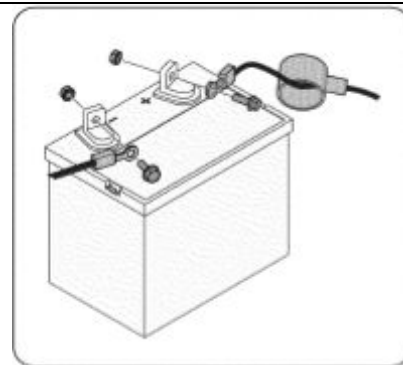

Рис. 2
1. Снимите с положительного вывода аккумуляторной батареи пластиковый колпачок (если имеется), и подсоедините красный провод, закрепив его болтом и шестигранной гайкой См. Рис.2.
2. Снимите с отрицательного вывода аккумуляторной батареи пластиковый колпачок (если имеется), и подсоедините черный провод, закрепив его болтом и шестигранной гайкой См. Рис.2.